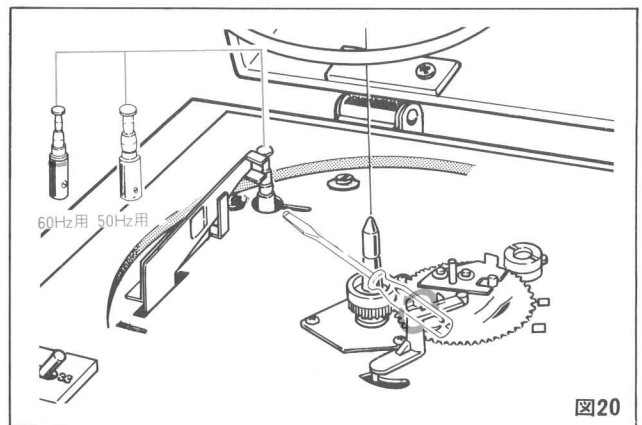

図20
- ① ターンテーブルを外し**図20**のようにモータープーリー側面のネジをゆるめて上に引張り外します。
- ② 新しい交換用モータープーリー(60Hz用には溝が刻んであります)をはめます。
- ③ ベルト切替ガイドを33回転の状態にした時、ベルトがベルト切替ガイドに触れない位置にプーリーを固定します。(図20)